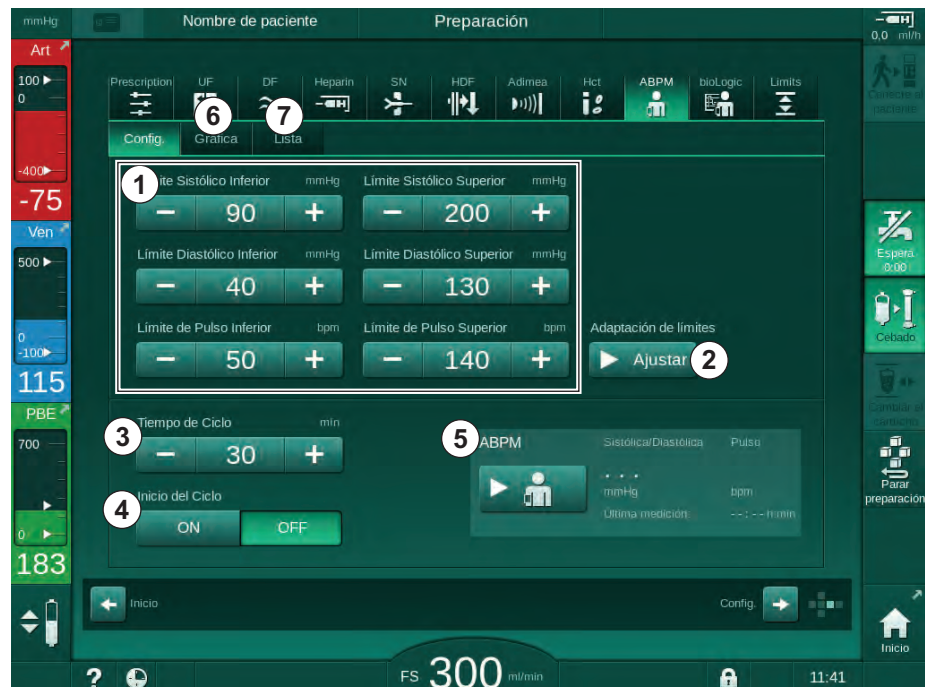

Fig. 11-8 Ajustes ABPM en la pantalla *Entrada*
2. Para adaptar los límites de alarma según la última presión sanguínea medida, pulsar *Adaptación de límites, Ajustar* (Fig. 11-8, ②).
1. Para activar/desactivar las medidas cíclicas con la frecuencia de medida establecida, seleccionar *Inicio ciclo, ON* (Fig. 11-8, ④).
2. Para ajustar la frecuencia de medida, seleccionar *Frecuencia de ciclo* ③. Intervalo posible: de 1 a 60 minutos.
- o Pulsar *Inicio* en el recuadro del grupo *Ajustes ABPM* en la pantalla *Entrada* (Fig. 11-8 Ajustes ABPM en la pantalla *Entrada* (274), ⑤).